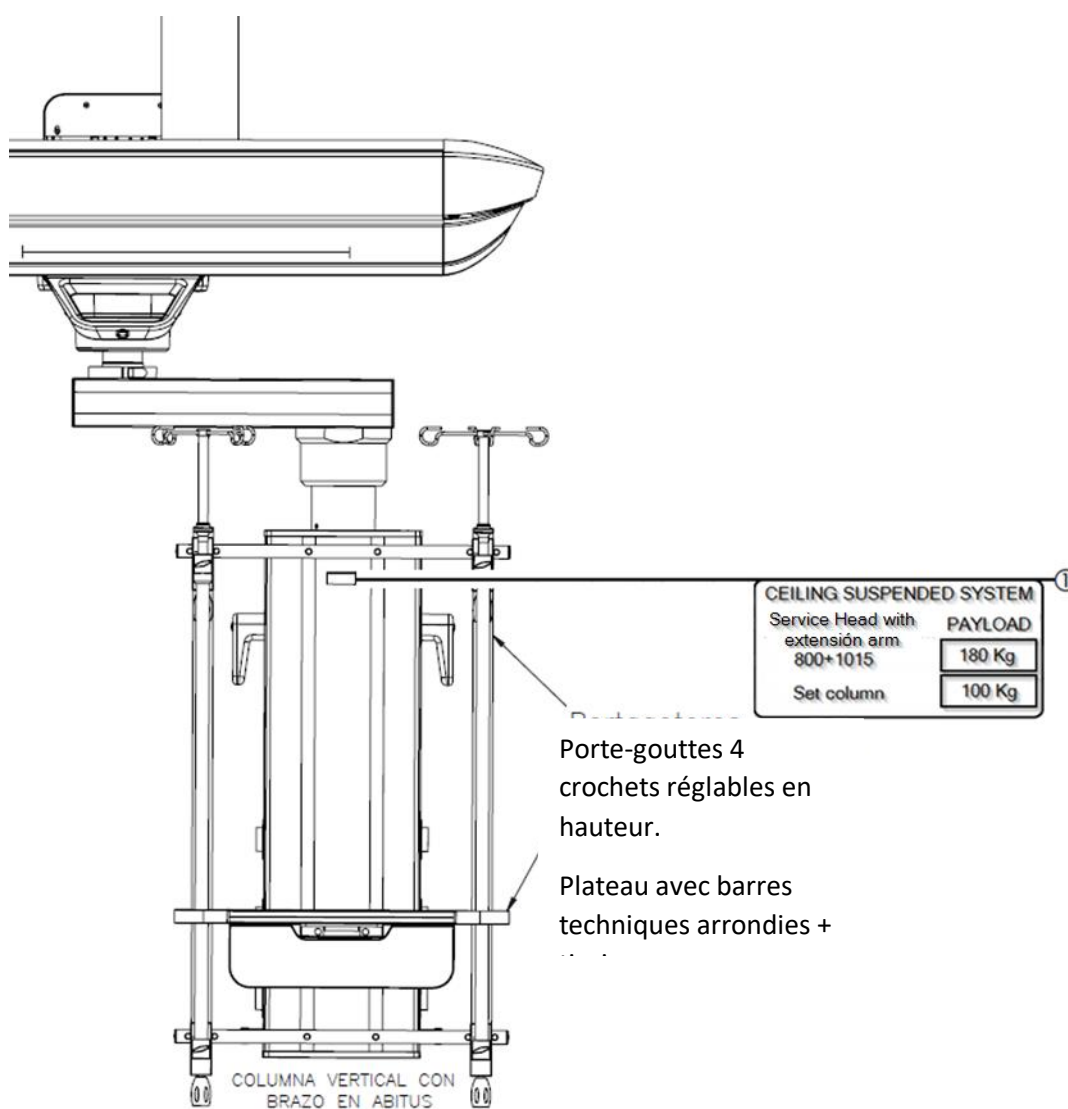

Fig.18 Emplacement de l'étiquette de la charge utile sur une tête de service
Dans l'exemple illustré à la figure 18, il s'agit d'un ensemble ABITUS avec colonne et bras d'extension. La charge utile maximale est de 100 kg après soustraction du poids propre du bras d'extension et de la tête de service et est indiquée sur l'autocollant (1) de la tête de service. Dans le cas des chariots, l'étiquette est visible sur le trapèze correspondant.